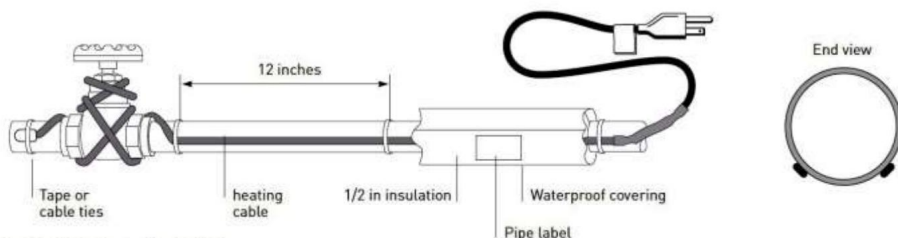

Figure 1. Straight-traced installation
• Assicurarsi di installare il cavo scaldante aggiuntivo richiesto per valvole, flange, ecc. come mostrato nelle Figure 1 e 2.